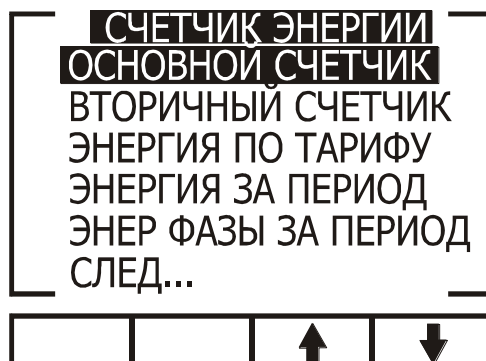

Рис. 40
2. Нажмите Enter. На дисплее появится экран выбора счетчиков энергии (рис. 40):